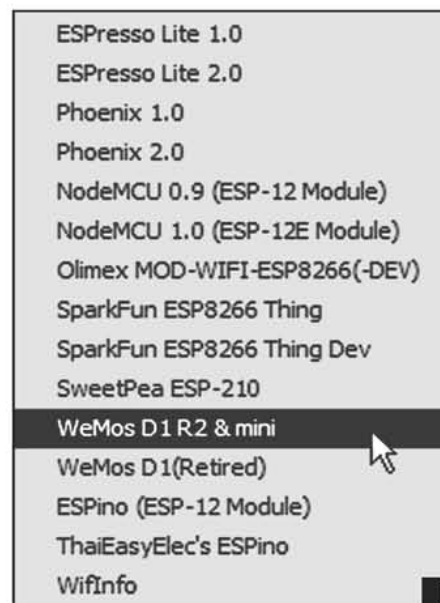

Рис. 13
4) Зайти в меню «Инструменты—Плата:...» и выбрать в конце списка в разделе «ESP8266 Modules» строку, подходящую по смыслу к используемой плате Wi-Fi (Рис. 13). Здесь допускается экспериментировать, особенно в том случае, когда плата самодельная или нестандартная.